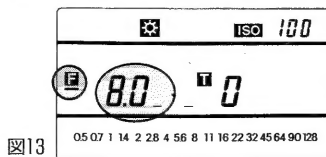

図13
- (3)F優先のときアップまたはダウンスイッチを押して設定したい絞り(絞り)に合えます。(図13)